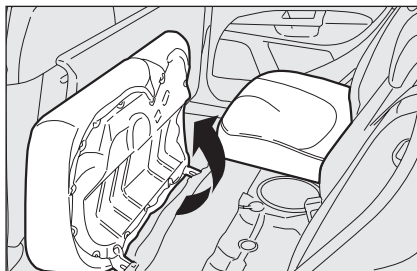

рис. 95
- наклоните шторки, как показано стрелками **рис. 95**;